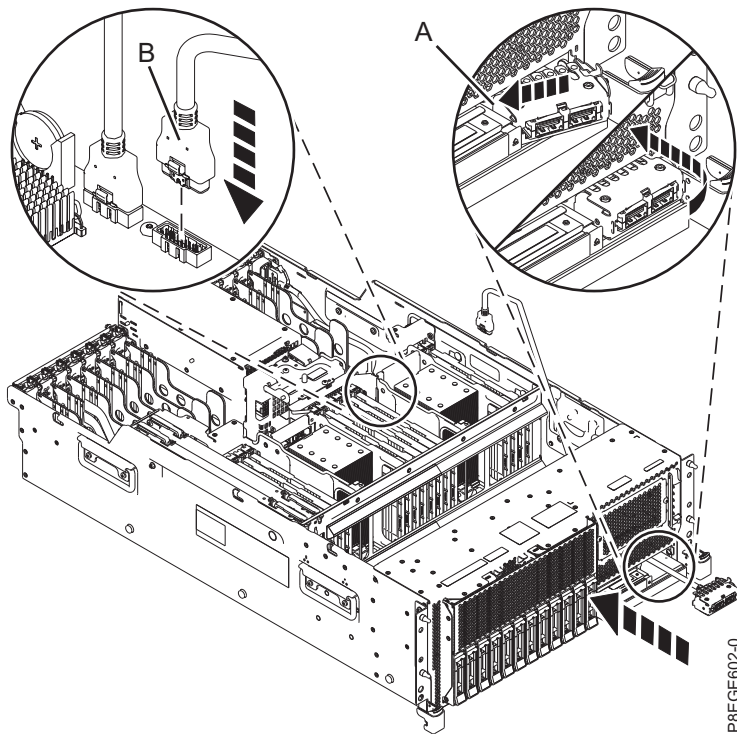

Abbildung 3. USB-Kabel an der Vorderseite installieren
2. Stecken Sie das Steckerende in die Öffnung an der Vorderseite des Systems, wie in Abb. 3 auf Seite 6 dargestellt. Führen Sie das Kabel an der rechten Seite des Systemchassis entlang.
3. Verbinden Sie das USB-Kabel (B) mit dem Anschluss auf der Systemrückwandplatine, wie in Abb. 3 auf Seite 6 dargestellt.
4. Verriegeln Sie das USB-Kabelgehäuse (A) in der Öffnung an der Vorderseite des Systems. Stecken Sie dazu die Verriegelungslasche auf der linken Seite des Gehäuses in den Schlitz. Schwenken Sie anschließend das Gehäuse in die Öffnung, bis es rechts einrastet. Siehe Abb. 3 auf Seite 6.